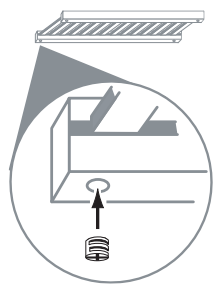

FIG. 3.2
3. Sélectionner la tablette (C) et insérer les écrous de came à leur place (Fig. 3.2)